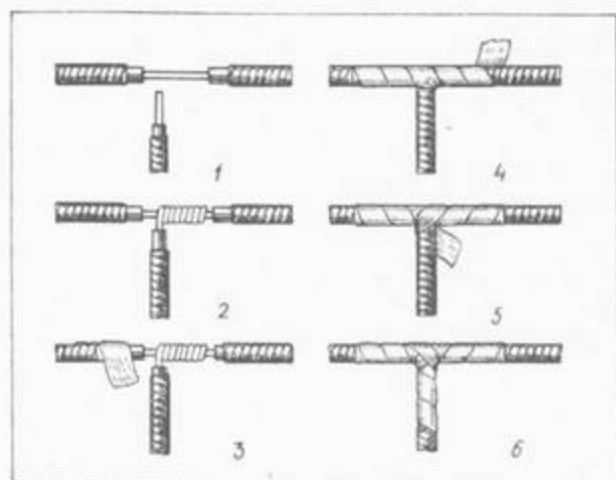

Рис. 3
При ответвлении (рис. 3) с провода снимают изоляцию в месте соединения, так же как и с конца присоединяемого провода (1). Затем этим концом плотно обвивают оголенную жилу основного провода (2). Скрутку обжимают плоскогубцами, после чего место соединения в определенной последовательности изолируют лентой (3—6).